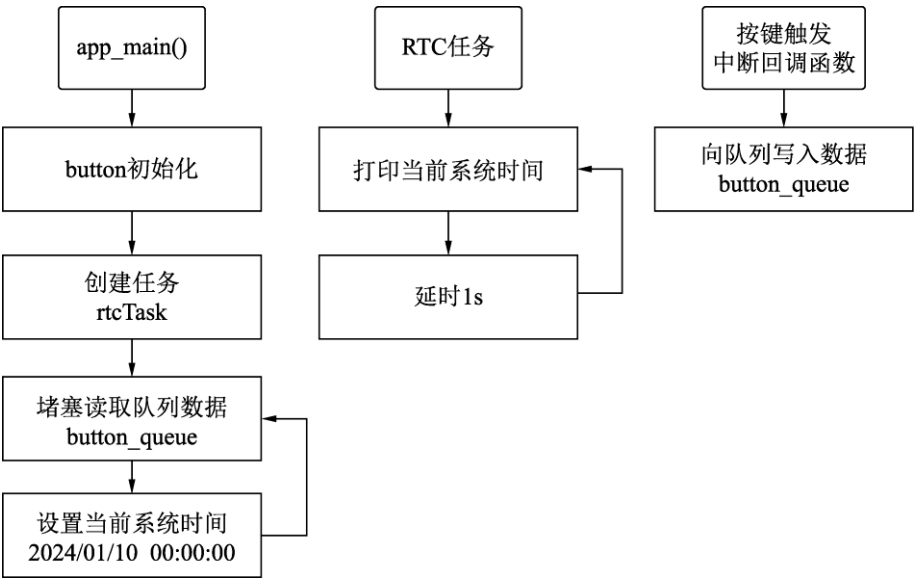

图 3.14 读取和设置 RTC 系统时间的程序流程
- ❑ **main.c:** 程序流程如图 3.14 所示，`app_main()`函数是应用程序的入口，`app_main()`函数主要完成按键初始化和创建 `rtcTask` 任务。